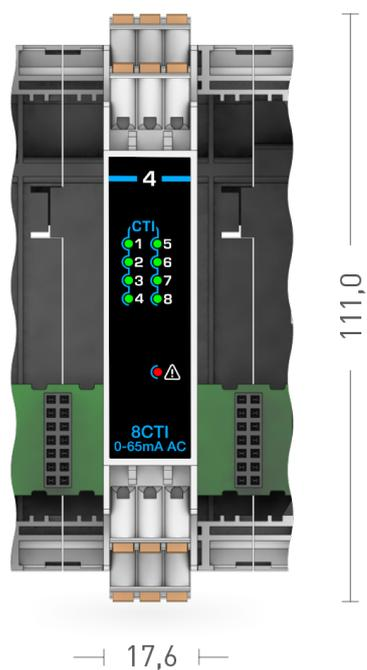
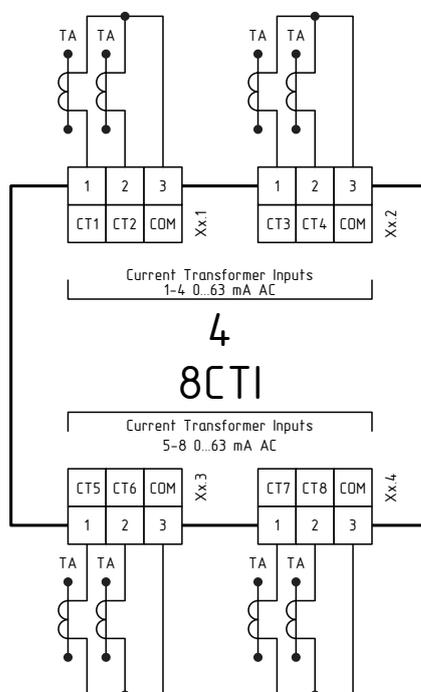

Рисунок 1.17 – Внешний вид модуля расширения MCU-4-8CTI
Рисунок 1.18 – Схема подключения модуля расширения MCU-4-8CTI
- Внешний вид и схема подключения приведены на рис. 1.17 и рис. 1.18.